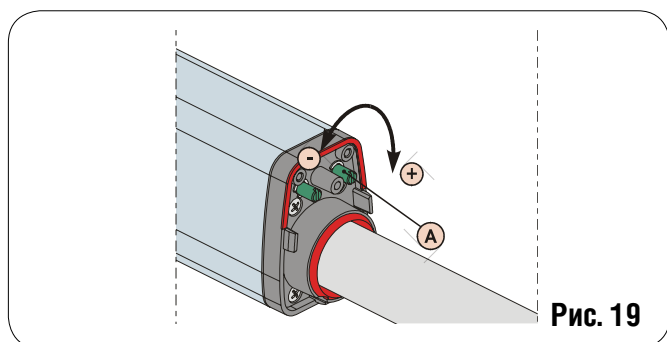

Рис. 19
- 2) Для регулировки концевой выключателя, работающего на закрытие – FCC, поверните регулировочный винт по часовой стрелке, Рис.19А, при необходимости увеличения хода штанги, и против часовой стрелки – для его уменьшения.